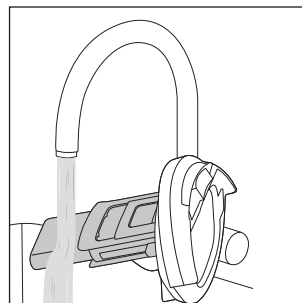

Abb. 25
- ♦ Reinigen Sie den Schmutzfilter **10**, den Schwimmer **8** und den Deckel des Schmutzwasserbehälters **9** unter fließendem, warmen Wasser (siehe Abb. 25). Verwenden Sie bei Bedarf ein mildes Reinigungsmittel.